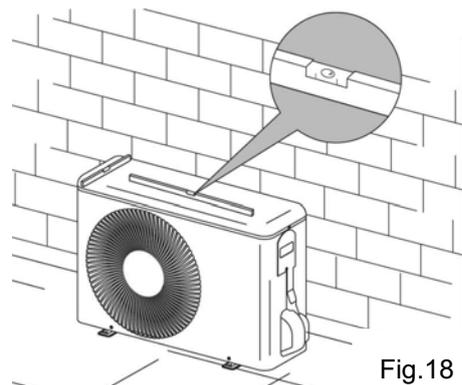

Fig.18
- L'unità esterna deve essere posizionata perfettamente in piano (verificare con bolla di livello) (fig. 18).